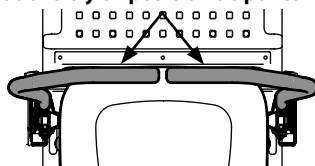

Figura 21
6. Coloque las palancas de control de transmisión de la barra de rodamiento completamente hacia adentro y en posición neutral. Desenganche el freno de mano cuando esté listo para mover el tractor (Figura 21).
2. Mueva las palancas de control de la transmisión del lado derecho y del lado izquierdo (Figura 21) y libere el freno de mano.